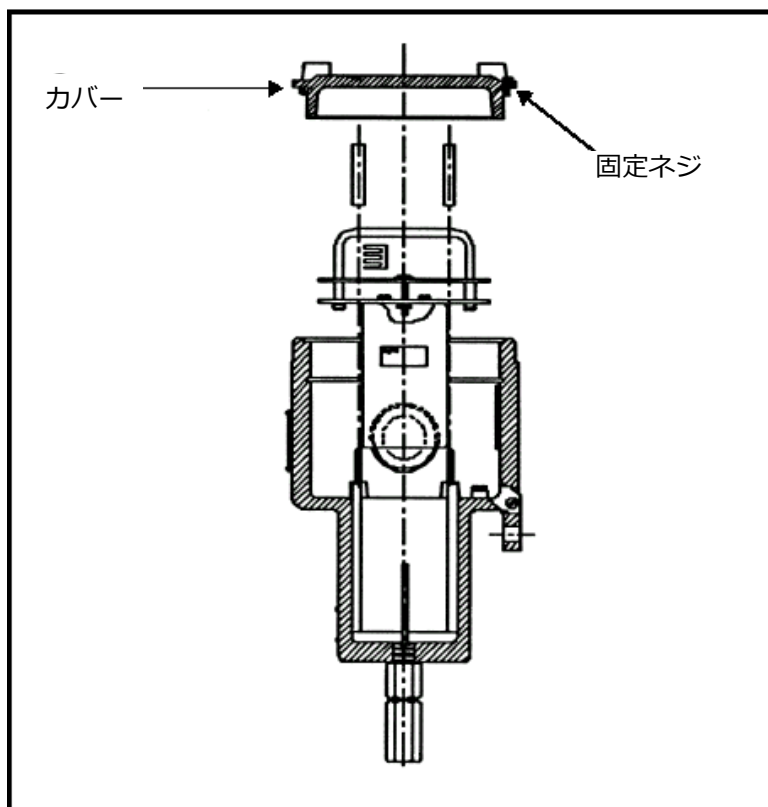

図 4-1 トランスミッタのカバーと固定ねじ
2. XMTC カバーを留めている固定ねじを緩めて、カバーを取外します（図 4-1 参照）。